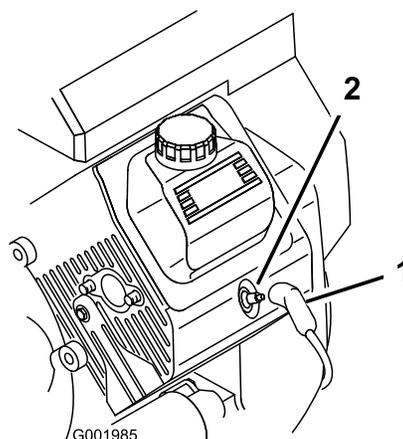

図 42
3. 点火プラグのコードが抜けているのを確認する **図 42**。
3. 点火コードを取り付ける 図 42。